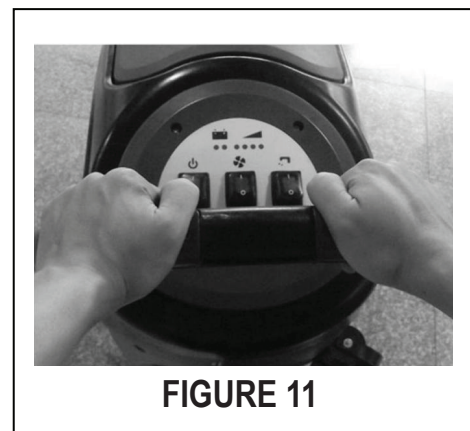

FIGURE 11
2. Tenez l'interrupteur Marche/Arrêt (1) (Figure 11) ; poussez la machine pour la faire avancer et commencez le nettoyage.